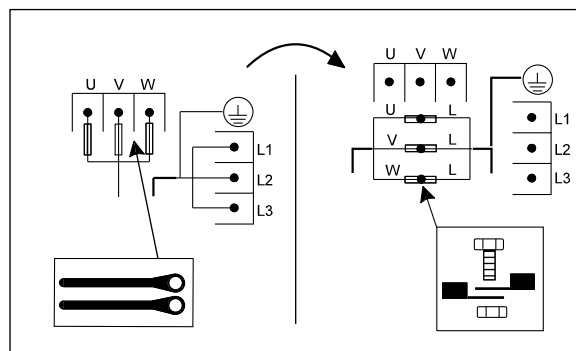

Fig. 41 Comment commuter une pompe électronique d'un fonctionnement normal à un fonctionnement de secours
3. Connecter les conducteurs comme indiqué à la fig. 41.